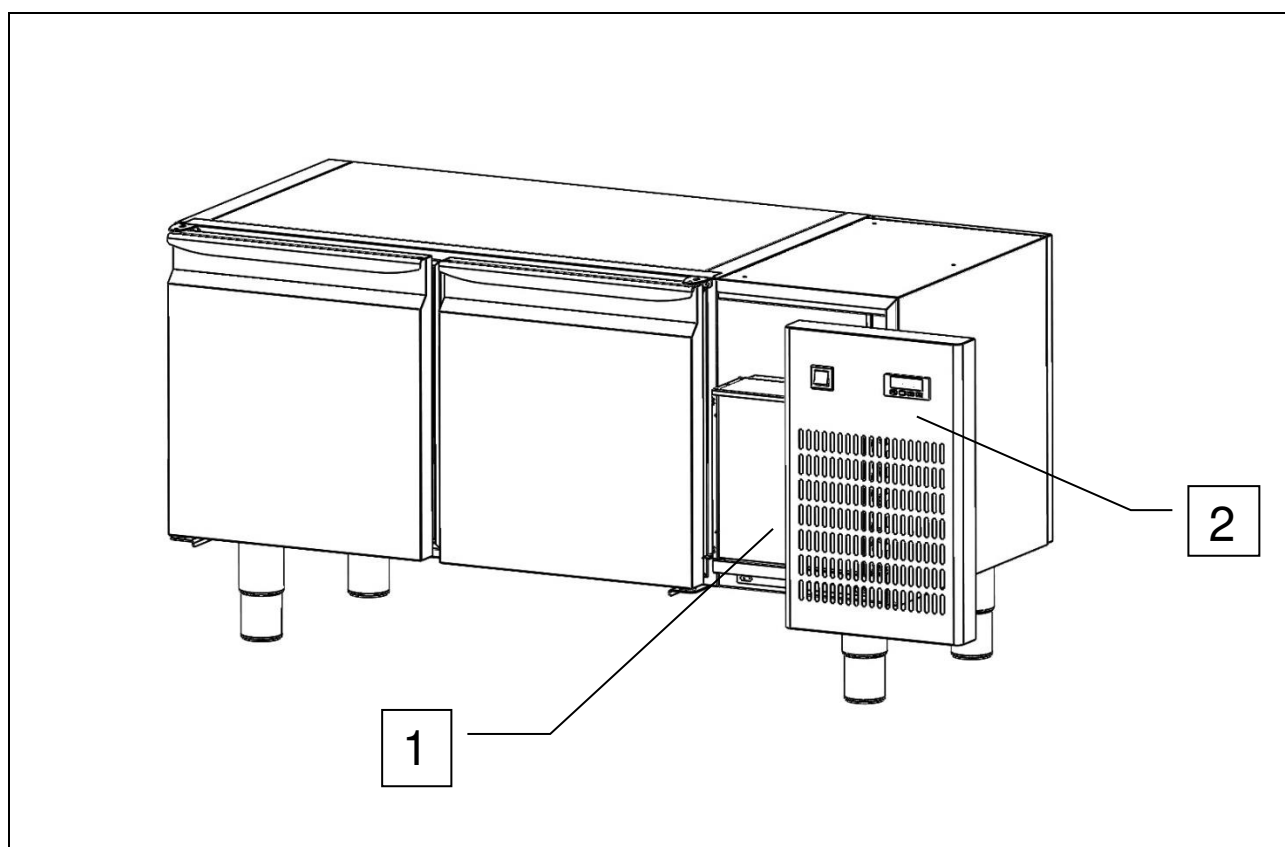

Fig. 3
- Installation frigorifique (réf. 1, fig. 3);
- Panneau de commande (réf. 2, fig. 3)